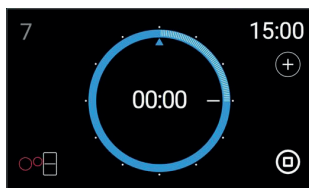

fig. 7
- 1 Depois de programar o temporizador, toque no sensor (+) (fig. 7), este vai iluminar-se de azul. Ao retirar o dedo surge, a partir da zona inferior e até acima, a opção «Juntar Aviso Sonoro». Pode juntar vários avisos sonoros na mesma placa. O «Aviso Sonoro» fica registado no interior do círculo do tempo num pequeno triângulo azul. Os avisos sonoros podem ser alterados a qualquer momento.
- 2 Para eliminar um «Aviso Sonoro», deslize o triângulo azul (fig. 7) até à posição 00:00 do círculo do tempo.